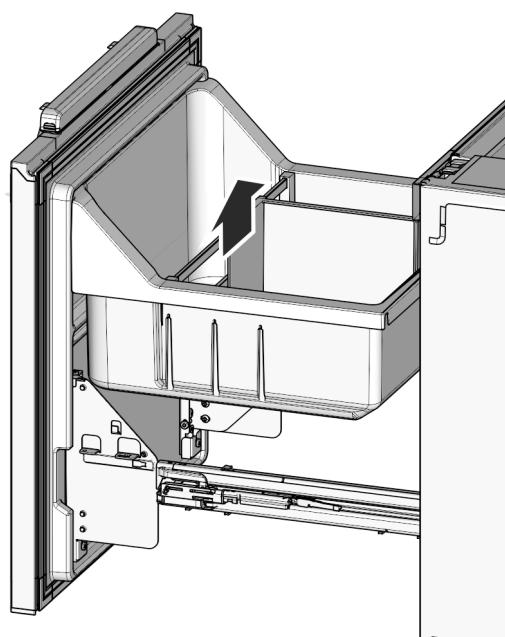

Fig. 25
► Снова вставьте полку для бутылок Fig. 25 (32) и вытяжной лоток Fig. 25 (31).